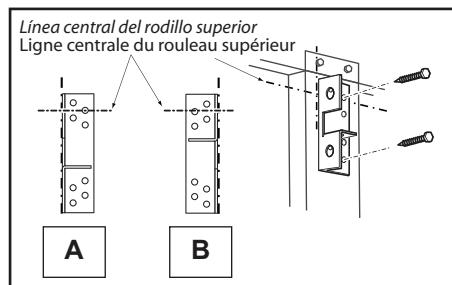

FIG. 2-8 Ejemplos de colocación del soporte de la puerta.
- Alinee el soporte de la puerta centrado en su línea central vertical (Fig. 2-8).
Aligner le support de la porte centré sur votre ligne centrale verticale (Fig. 2-8). Fixer à l'aide de trois vis auto tarraudeuse pour la tôle ou autre matériau léger. Utiliser des vis tire fond (non fournis) pour les portes en bois plein à section.